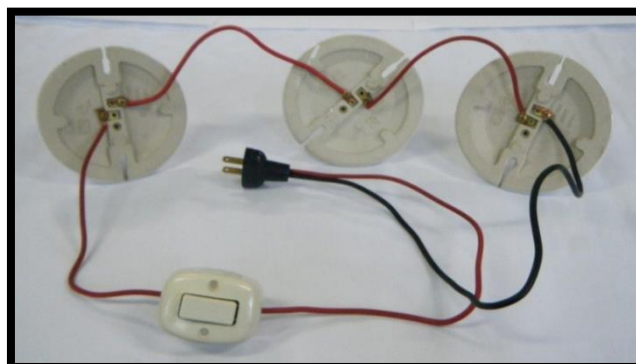

Figura 3.3. Implementación del arreglo en serie de focos incandescentes.
2. El circuito debe ser similar al mostrado en la *figura 3.3*.